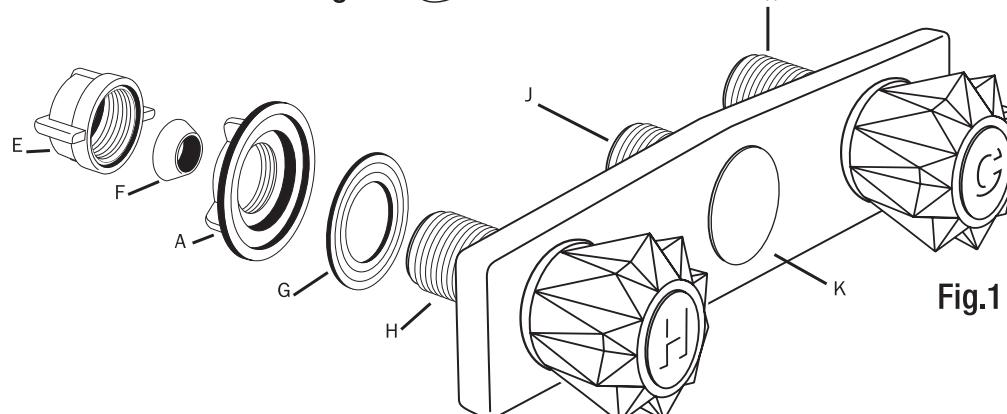

Fig.1
2. Disconnect the hot and cold supply lines and the Shower Riser (J) from old faucet. Mark supply lines hot or cold.
4. Mount new faucet (with back plate) by pushing the Faucet Shanks (H) through the shower wall.
5. Place Rubber Washers (G) onto hot and cold Faucet Shanks (H). Thread Rosette Nuts (A) onto hot and cold Faucet Shanks (H) to secure faucet. Reconnect Shower Riser (J) line.
6. If needed, place Wing Nut (E) and Cone Washer (F) (as shown in Fig. 1) onto hot and cold water supply lines. Insert supply lines into appropriate Faucet Shank (H). Push Cone Washer (F) to shank and secure line with Wing Nut (E).
6. Si es necesario, coloca tuerca de mariposa y arandela cónica (como se muestra en la Fig. 1) en las tuberías de suministro de agua fría y caliente. Inserta las tuberías de suministro en el vástagos correspondiente del grifo. Empuja la arandela cónica en el vástagos y asegura la tubería con la tuerca de mariposa.